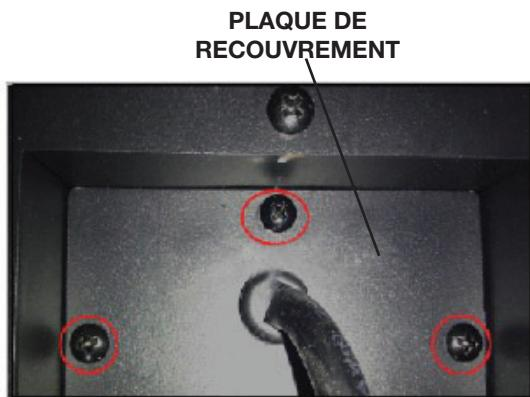

Fig. 1
- Retirez la plaque de recouvrement située sur le côté droit de l'appareil par retirez les 3 vis (**Fig. 1**).
- Réinstaller la plaque de recouvrement l'aide des 3 vis (**Fig. 1**).